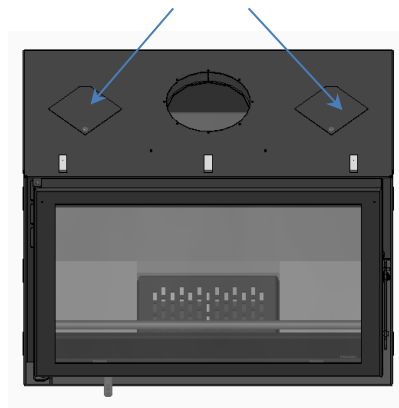

Figure 14 - Sorties d'air chaud
* Dans la partie supérieure de ces équipements, il y a 2 sorties (correspondant à un diamètre de 100 mm chacune), Figure 14, qui peuvent être utilisées en retirant les couvercles et en adaptant des bouches pour conduire l'air chaud vers d'autres compartiments.